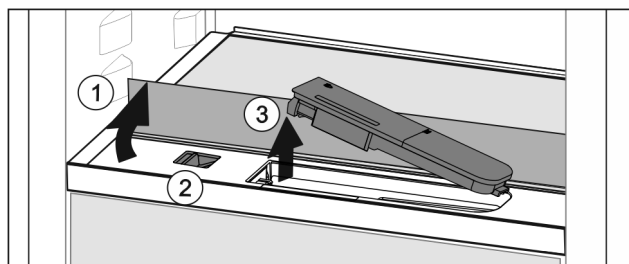

Fig. 104
- ▶ Skleněnou desku nadzvedněte a zaklapněte dozadu až na doraz Fig. 104 (1).
- ▶ Posuvník Fig. 104 (2) posuňte doleva.
- ▶ Vyjměte nádržku na vodu Fig. 104 (3).